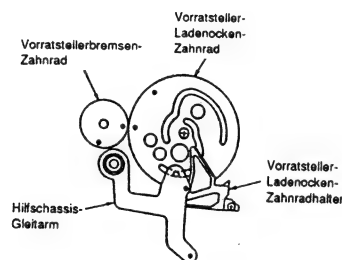

Abb. 3-4
- Den Vorratsteller-Ladenocken-Zahnradhalter und den Hilfschassis-Gleitarm gemäß Abbildung einbauen (siehe Abb. 3-4).